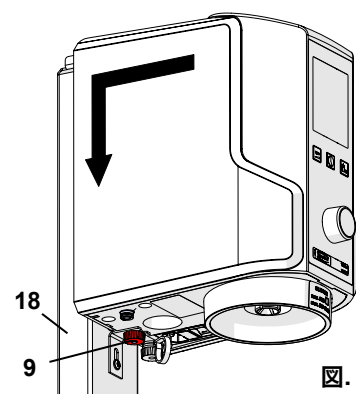

図. 3
- ⇒ 本装置をルレットナットで確実に支えて下さい (9, 図 3)。